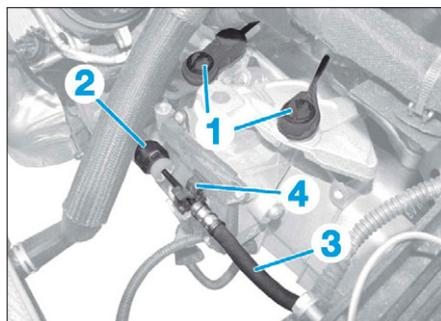

FIG. 15
- Pincer les languettes des 2 rotules (1) à l'aide d'une pince à becs (Fig.15).
- Désaccoupler les 2 rotules (1).
- Tirer sur l'agrafe (2).
- Désaccoupler la canalisation hydraulique (3).
- Dégrafer la canalisation hydraulique de l'agrafe (4).